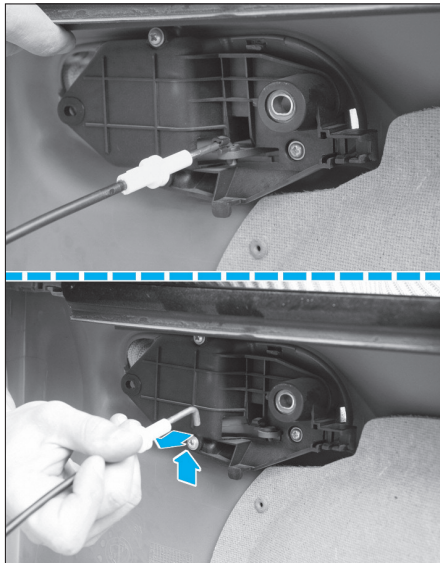

FIG. 42
• Dégrafer le câble de poignée intérieure comme illustré (Fig.42), puis extraire la garniture.